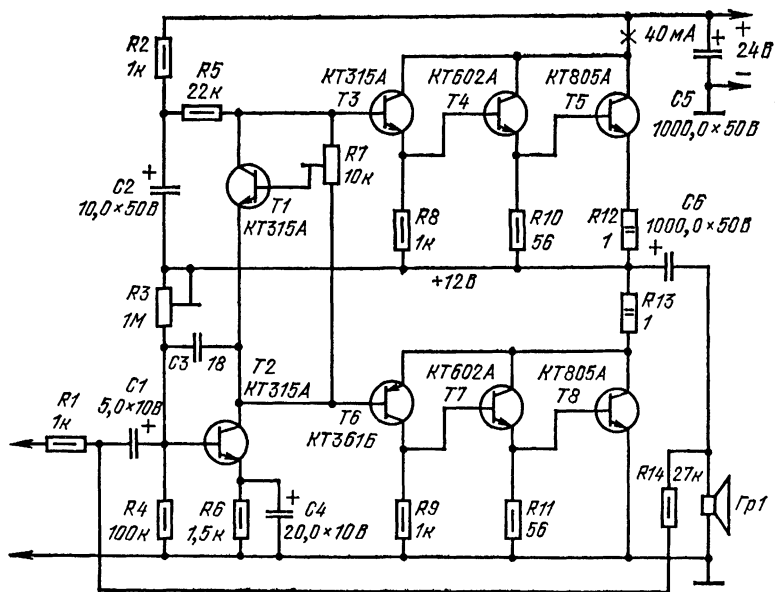

Рис. 33
Принципиальная схема усилителя, собранного полностью на кремниевых транзисторах, изображена на рис. 33. Рабочая полоса частот усилителя — от 20 Гц до 20 кГц, чувствительность входа 150 мВ, нелинейные искажения не превышают 1% при выходной мощности 10 Вт.
**Усилитель с регулятором громкости.** На рис. 34 приведена принципиальная схема двухступенного предварительного усилителя НЧ, предназначенного для согласования выхода приемника или магнитофона со входом универсального усилителя, собранного по схеме рис. 33. Чувствительность предусилителя 3—5 мВ, коэффициент усиления — 240, входное сопротивление — около 50 кОм. При выборе транзисторов для усилителя предпочтение следует отдать транзисторам КТ315Г, у которых больше гарантированное значение статического коэффициента передачи тока базы и ниже уровень собственных шумов.